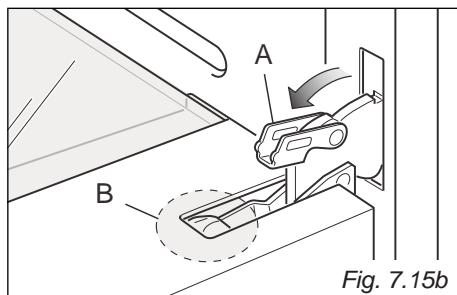
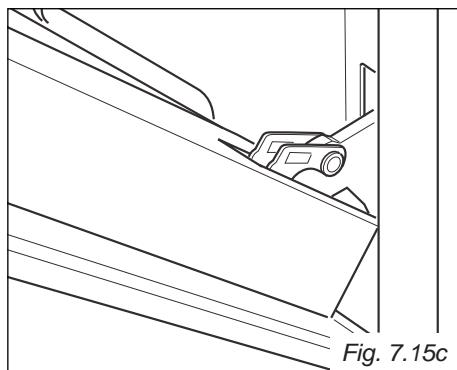

Fig. 7.15b
Fig. 7.15c
- Ouvrez complètement le levier "A" sur les charnières de gauche et de droite (fig. 7.15b).
- Refermez doucement la porte (fig. 7.15c) jusqu'à ce que les leviers "A" des charnières gauche et droite s'accrochent sur la partie "B" de la porte (fig. 7.15b).